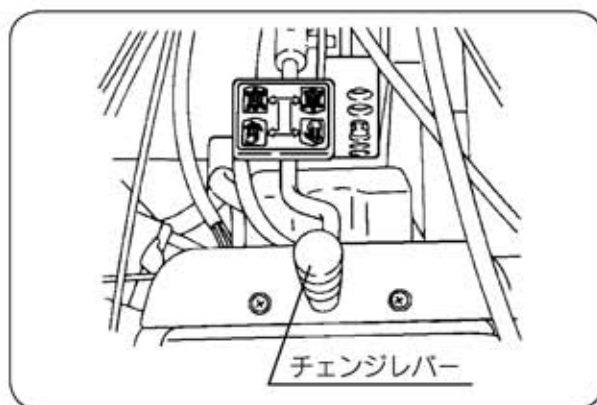

図19
①低速の【前進後進】のチェンジの切換は主クラッチを切らなくても切換操作ができます。(図19)